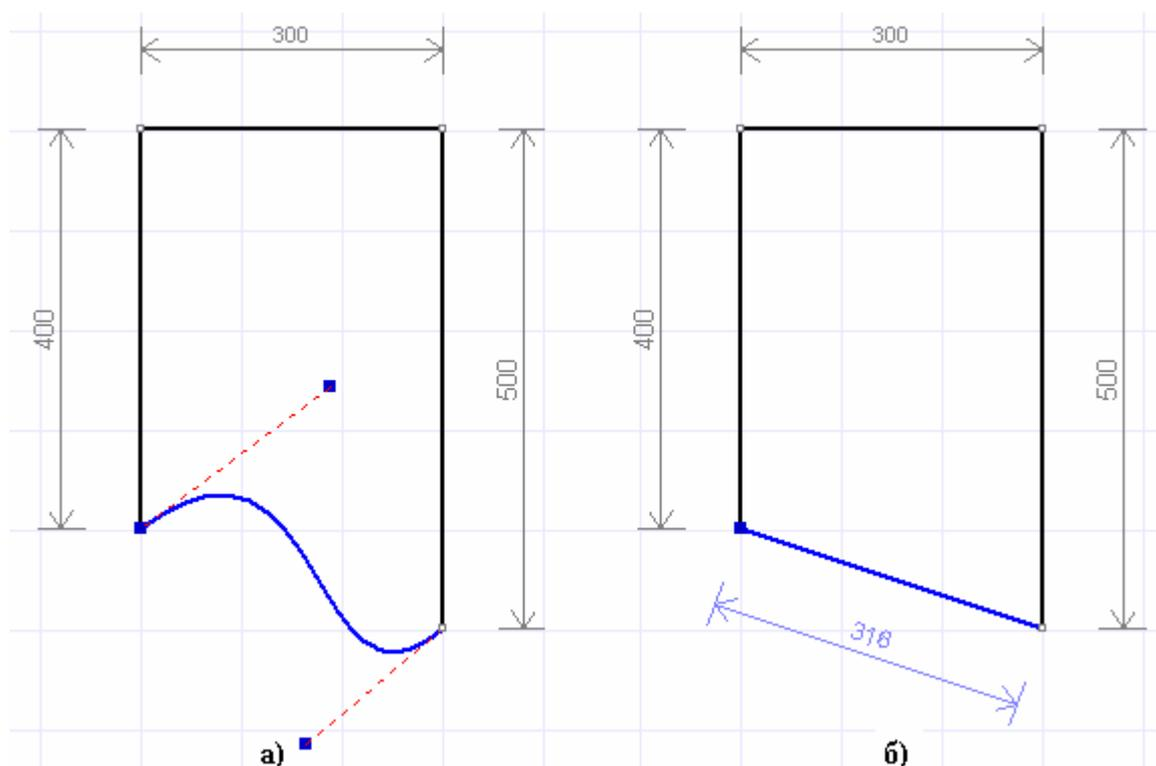

Рис. 142 Действие команды «Преобразовать в прямую»:
– **Преобразовать в прямую (*Ctrl+P*)**. Данная команда активна, если выделен узел и связанный с ним криволинейный отрезок. Она преобразует все отрезки, находящиеся между выделенными узлами, в прямые. Результат действия команды показан на рис. 142.